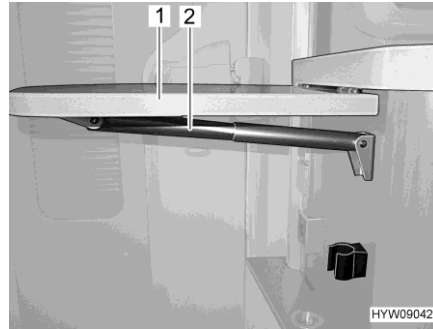

Bild 65 Klappbord till köksbänk
- Ta tag i klappbordet till köksbänk (Bild 65,1) undertill och dra det lätt ur spärrläget.
- Fäll upp bordsskivan tills teleskopfästets (Bild 65,2) fixering aktiveras. Släpp bordsskivan.